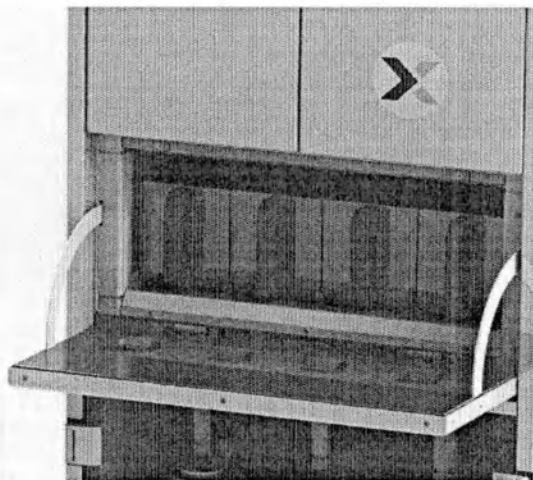

Рисунок 3.7 – Парафиновая печь
3.3.4 Парафиновая печь (Рисунок 3.7) предназначена для плавления парафина и поддержания требуемого температурного режима. В